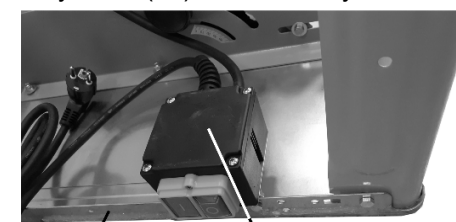

Рис. 6
8.1.8. Как показано на Рис.6, со стороны регулировки высоты и наклона пильного диска на отбортовке рабочего стола (2) установите и болтовым соединением закрепите магнитный пускатель (12).